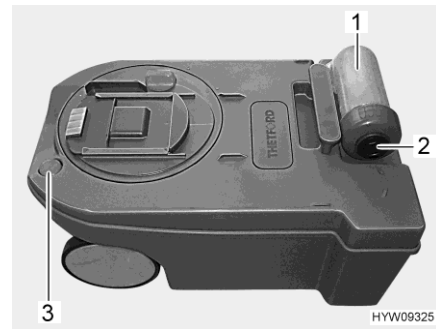

Bild 116 Fäkalientank (Alternative)
- An einer ausgewiesenen Entsorgungsstation den Auslaufstutzen (Bild 114,1 oder Bild 116,1) nach vorn schwenken und Deckel (Bild 114,2 oder Bild 116,2) abschrauben.
- Farbigen Belüftungsknopf (Bild 114,3 oder Bild 116,3) drücken und gedrückt halten, bis der Fäkalientank leer ist.